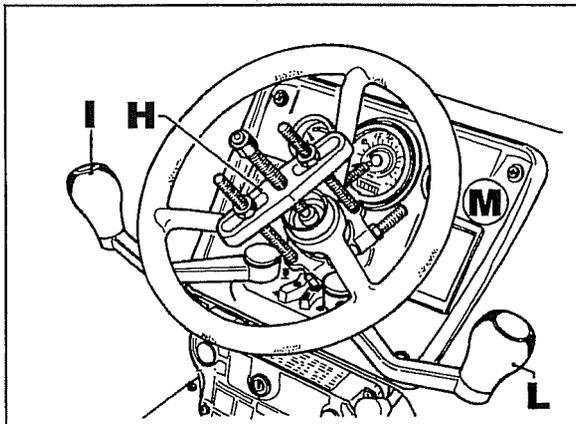

Abb. 6
- b. Unter Benutzung des Abziehwerkzeugs (**H**) des in Abb. 6 illustrierten Typs das Lenkrad abziehen.
- c. Den Gruppenschalthebel **I** und den Gangschalthebel **L** entfernen, das Armaturenbrett **M** (Abb. 6) entfernen.